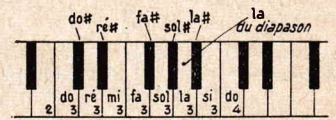

Fig. 13. — Repérage des notes sur le clavier du piano.
**4. Réglage des notes :** Brancher un casque 4 000  $\Omega$  sur la bobine du sélecteur. En pinçant une lame un courant s'induit dans le bobinage et on entend dans l'écouteur la note correspondante. Couper petit à petit une des lames extrêmes jusqu'à obtenir un  $S_4$ , en utilisant un piano (ou un autre instrument bien accordé) comme référence (fig. 13). Cette lame sera la plus courte. Couper les autres lames pour obtenir :